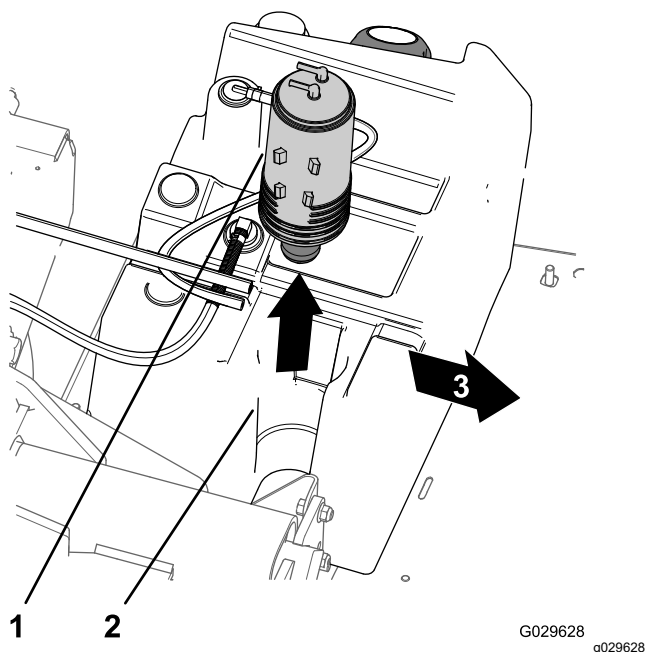

Рисунок 47
3. Снимите адсорбер с его крепления на топливном баке (Рисунок 47).
7. Вставьте новый адсорбер в крепление адсорбера на топливном баке так, чтобы штуцеры продувки и топливного бака были направлены назад (Рисунок 47).